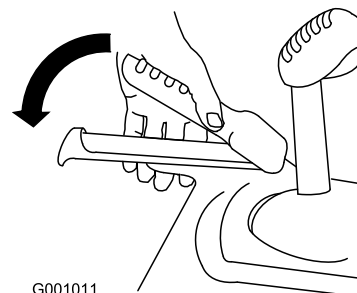

Figure 28
2. Engagez le levier de commande de déplacement et maintenez-le en place (Figure 28).